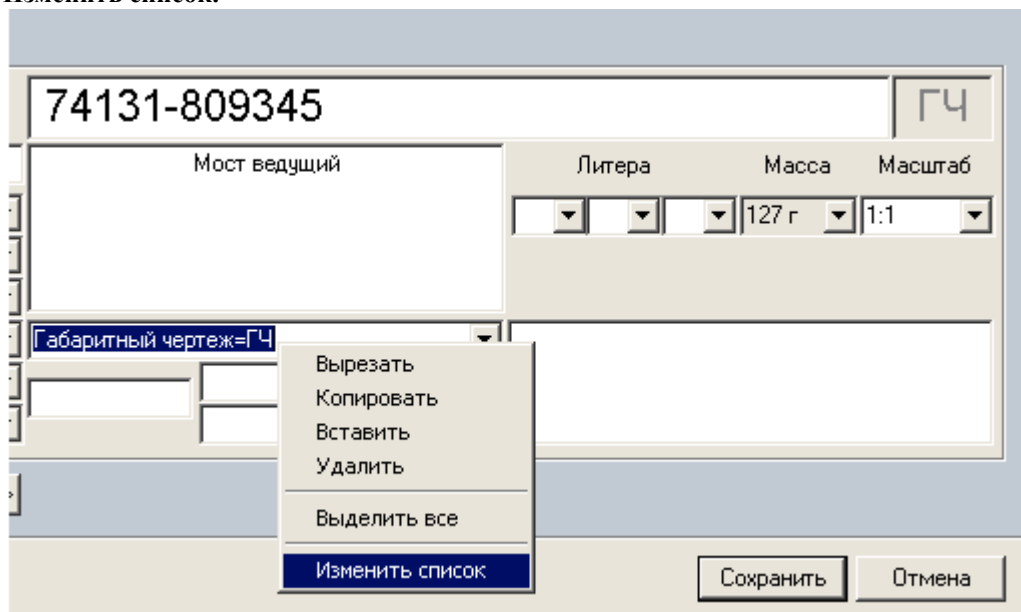

Рисунок 9.9
1. В поле выбора (см. Рисунок 9.9) в диалоге **Свойства документа** вызовите команду контекстного меню **Изменить список**.